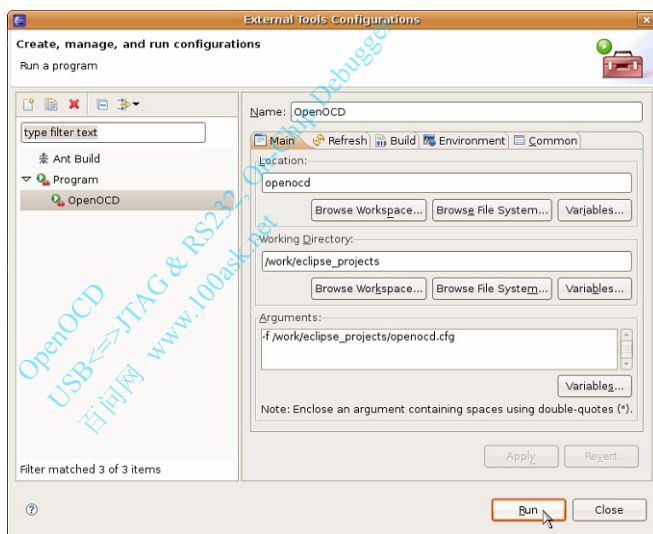

图 3.46 在对话框里通过按钮启动 OpenOCD
(3) 调试程序：
① 在调试程序之前，需要先启动 OpenOCD，有两种方法：
b. 如果参照“(2) 配置 Eclipse 的外部工具”配置了外部工具，则可以点击图标右边的小箭头，选择“External Tools Configurations...”，进入如图 3.46 所示的界面，然后点击“Run”按钮启动 OpenOCD。